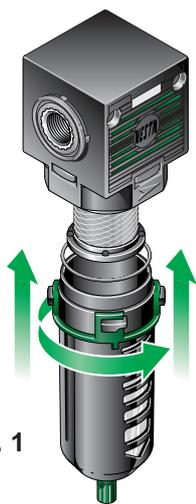

Fig. 1
As regards filters, filter regulators or lubricators, the bowl is engaged to the filter (or to the lubricator) and the green ring nut must be snap-shut counterclockwise ( fig. 1 ).
*Per i gruppi filtro, filtroregolatori o lubrificatori la tazza si innesta nel corpo del filtro (o lubrificatore) e si ruota la ghiera verde in senso antiorario sino allo scatto di bloccaggio ( fig. 1 ).*